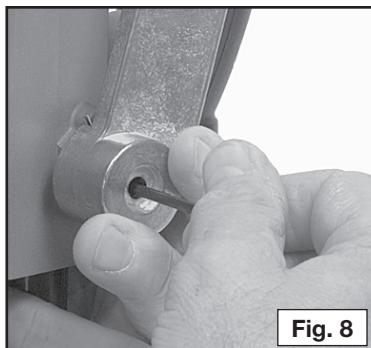

Fig. 8
2. Insérez une clé hex de 1/8 po (non fournie) dans la vis de réglage (voir Fig. 8), et tournez en sens anti-horaire d'environ un demi-tour.
Le **MODÈLE 7538** est pourvu d'un disjoncteur de type thermique (G) Fig. 8, situé dans la partie supérieure du moteur. Ce disjoncteur se déclenchera à l'arrêt en présence de conditions prolongées de surcharge.